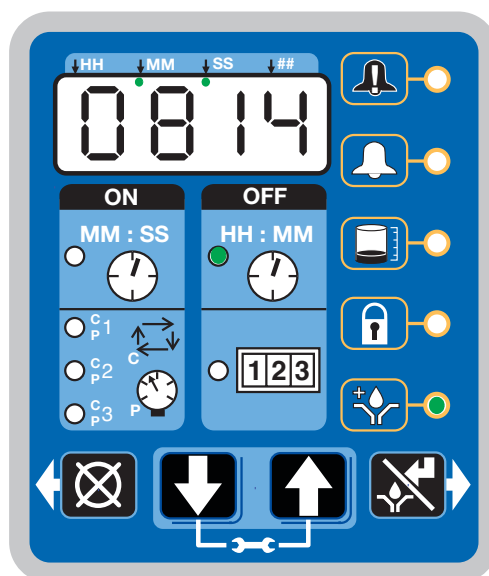

图 56
- 关字段上时钟旁的 LED 亮起（图 56）。
- 预润滑 LED 亮起（图 56）。
- 显示屏显示直至预润滑循环开始的剩余时间。图 56 中所示的示例显示了距离润滑循环开始还有 8 分 14 秒剩余。